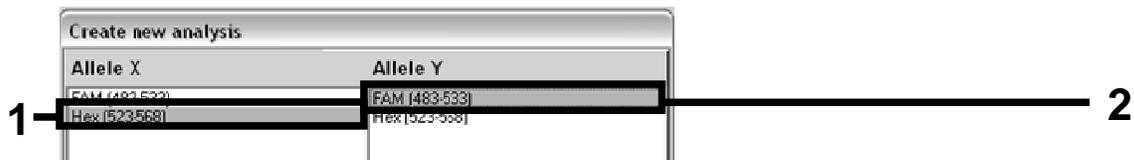

Figura 24. Selezione della fluorescenza per "Allele X" e "Allele Y".
15. Nella finestra successiva, selezionare la fluorescenza "Hex" (ad es., VIC) per "Allele X" e la fluorescenza "FAM" per "Allele Y" (Figura 24).